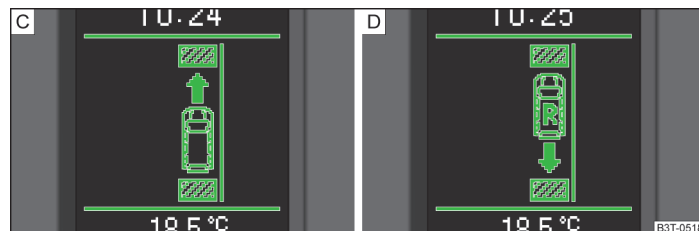

Fig. 122 Display informativo: Avvertenza per l'inserimento della marcia in avanti **C** o della retromarcia **D**
- Nel caso in cui non si possa parcheggiare in una mossa, proseguire la manovra di parcheggio con altre operazioni. Quando sul display informativo si accende la freccia in avanti » **fig. 122 - [C]**, inserire la 1a oppure portare la leva di selezione in posizione **D**.
- Quando sul display informativo si accende la freccia indietro » **fig. 122 - [D]**, inserire nuovamente la retromarcia oppure portare la leva di selezione in posizione **R**.